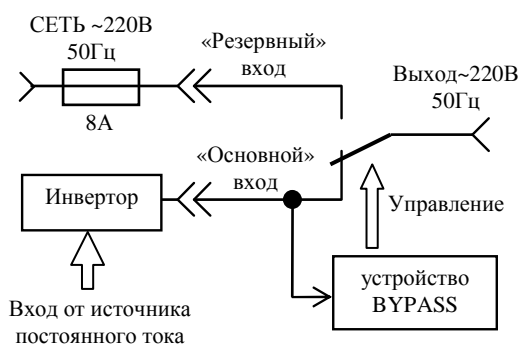

Рисунок 1.7. **ON LINE**
- **ON LINE** (см. рис.1.7). «Основным» источником питания в данной схеме является инверторная часть изделия. В исходном состоянии на выход изделия напряжение поступает с выхода инверторной части, а в случае его отсутствия устройство Байпас переключает «Выход~220В» на «резервный» вход (разъём «Вход~220В»).
Порядок первого включения изделия рассмотрим на примере ON LINE (см.рисунок 1.7 и приложение 1):